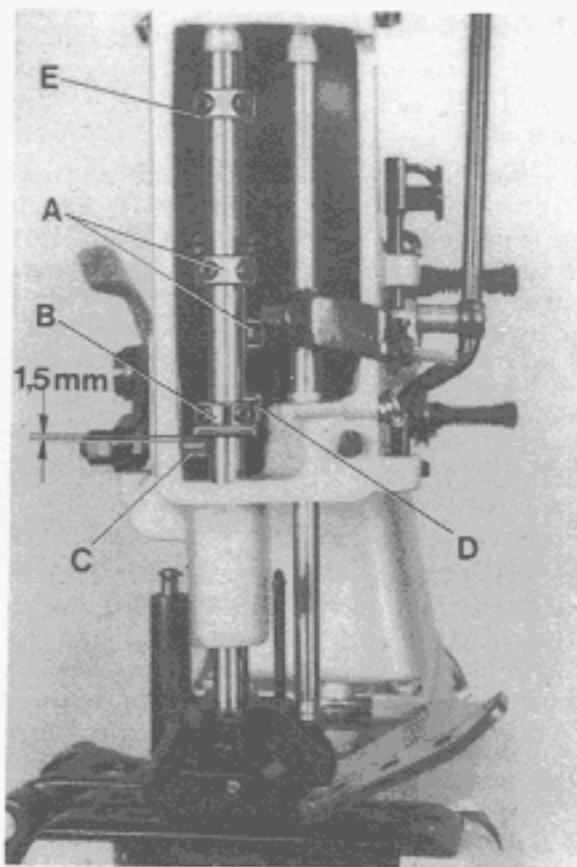
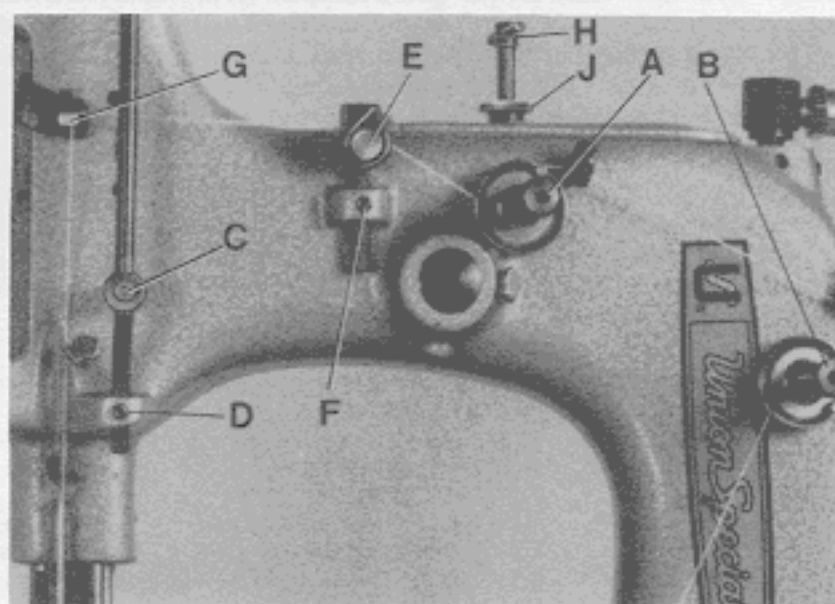

Fig. 9
Fig.10
Rotate the pulley until the feed dog is below the throat plate. Remove the face cover left on machine arm and turn out the T-screw (H, Fig. 10) on the top of the machine arm, until it does not exert any pressure on the leaf springs. In this position, the pressure exerted on the presser foot, should be just strong enough to keep it flat on the throat plate. By relocating the collars (A, Fig. 9), which serve as a leaf spring rest, on the left and right presser bar, the pressure can be changed. Raising the collars increases the pressure, lowering the collars decreases the pressure.
Set the presser bar lifter collar (B, Fig. 9) on the left presser bar so, that there is a distance of approx. 1,5 mm (1/16 in.) between lifter lever stud (C) and lower surface of the lifter collar (B), when the presser foot rests on the throat plate (see Fig. 9). Set the collar (D) on the right presser bar close to the fork of the presser bar lifter collar (B) on the left presser bar.
The presser foot lift is limited with the upper stop collar (E, Fig. 9) on the left presser bar. When the needle is in its lowest position and the presser foot is lifted with presser foot bottom tilted up, the needle bar respectively needle clamp nut should not contact the presser foot bottom. Set collar (E) accordingly.
Now turn in T-screw (H, Fig. 10) until the necessary presser foot pressure for proper feeding is exerted (determine by sewing tests). Secure this setting with the knurled lock nut (J), which simultaneously fastens the upper arm cover. Remount the face cover.
The tension (A, Fig. 10) on the needle thread should be fairly strong to produce uniform stitches. On the two thread double locked stitch styles the tension (B) on the looper thread should be barely sufficient to steady it.
Drehen Sie an der Riemenscheibe bis der Transporteur unter der Stichplatte steht. Entfernen Sie den Stirndeckel links am Maschinenarm und drehen Sie die Knebelschraube (H, Fig. 10) oben auf dem Maschinenarm soweit heraus, daß sie nicht mehr auf die Blattfedern drückt. In dieser Stellung soll der Druck auf den Drückfuß gerade noch so stark sein, daß er auf der Stichplatte aufliegt. Durch Verstellen der als Blattfederauflage dienenden Stellringe (A, Fig. 9) auf der linken und rechten Drückfußstange kann der Druck verändert werden. Verstellen der Stellringe nach oben verstärkt, verstellen nach unten verringert den Druck.
Stellen Sie die Drückfußstangen-Lifter-Stellring (B, Fig. 9) auf der linken Drückfußstange so ein, daß zwischen Lifterhebelbolzen (C) und Unterseite Stellring (B) ein Abstand von etwa 1,5 mm ist, wenn der Drückfuß auf der Stichplatte aufliegt (siehe Fig. 9). Stellen Sie den Stellring (D) auf der rechten Drückfußstange so, daß er an der Gabel des Drückfußstangen-Lifter-Stellrings (B) auf der linken Drückfußstange anliegt.
Der Hub des Drückfußes wird mit dem Anschlag-Stellring (E, Fig. 9) oben auf der linken Drückfußstange begrenzt. Wenn die Nadel in der untersten Stellung ist und der Drückfuß mit dem Drückfuß-Lifterhebel angehoben und die Drückfußsohle nach oben gekippt wird, darf die Nadelstange bzw. Nadelstangenmutter die Drückfußsohle nicht berühren. Stellen Sie den Stellring (E) entsprechend ein.
Nun drehen Sie die Knebelschraube (H, Fig. 10) soweit ein, daß der zum einwandfreien Transport notwendige Drückfußdruck erzeugt wird (durch Nähversuche ermitteln). Sichern Sie diese Einstellung mit der Rändel-Kontermutter (J), mit der gleichzeitig der obere Armdeckel befestigt wird. Montieren Sie den Stirndeckel wieder.
Die Spannung (A, Fig. 10) auf den Nadelfaden soll so stark sein, daß eine gleichmäßige Stichbildung erreicht wird. Bei den Zweifaden-Doppelkettenstichmaschinen soll die Spannung (B) auf den Greiferfaden ganz gering sein, so daß der Faden gleichmäßig gleitet.
On the two thread double locked stitch styles 80800 C, E, H and HA, the height of the needle thread take-up roller (C, Fig.10) is set so, that the needle thread on the downstroke of the needle just contacts the roll at the time the needle thread loop is released from the looper. Loosen screw (D) and set the needle thread take-up roller accordingly. Retighten screw (D).
On all styles the eyelet (E, Fig.10) should be positioned so, that the needle thread runs nearly horizontal, parallel to cloth plate, between eyelet (G) on needle bar connection and eyelet (E) on machine arm, when the needle is in its upmost position. Eyelet (E) is secured by screw (F).
Bei den Zweifaden-Doppelkettenstichmaschinen 80800 C, E, H und HA wird die Höhe der Nadelfadenabzugsrolle (C, Fig.10) so gestellt, daß der Nadelfaden beim Niedergehen der Nadel, die Rolle zu dem Zeitpunkt gerade berührt, wenn die Nadelfadenschlinge vom Greifer freigegeben wird. Lösen Sie die Schraube (D) und stellen Sie die Nadelfadenabzugsrolle (C) entsprechend ein. Ziehen Sie die Schraube (D) wieder an.
Bei allen Maschinen wird die Fadenführung (E, Fig.10) so gestellt, daß der Nadelfaden zwischen der Fadenführung (G) am Nadelstangenmitnehmer und der Fadenführung (E) am Maschinenarm etwa waagrecht, parallel zur Stoffplatte verläuft, wenn die Nadel in der obersten Stellung ist. Die Fadenführung (E) wird mit der Schraube (F) befestigt.